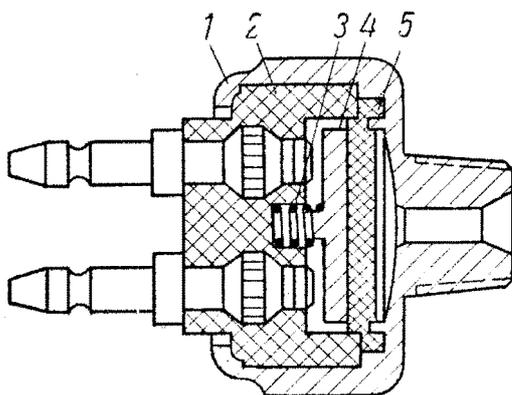

Рис. 203. Выключатель стоп-сигнала:
**Выключатель стоп-сигнала ВК12** установлен в тройнике гидравлической системы тормозов на левом брызговики переднего крыла. Устройство выключателя показано на рис. 203.